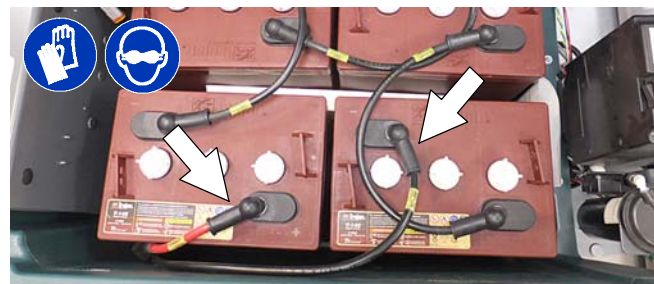

ABB. 76
1. Trennen Sie den Batteriekabelanschluss an der Maschine (Abbildung 76).